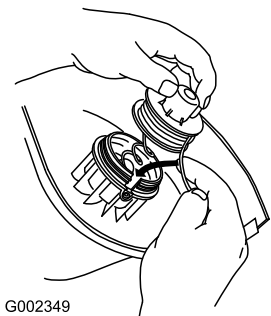

Figura 12
1. Sujetando la cuerda y el carrete, introduzca el carrete en el cabezal de corte y pase la cuerda por el ojal (Figura 12).